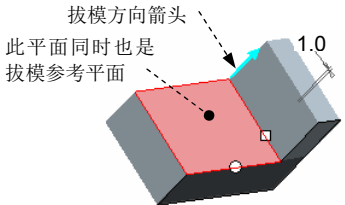

图 5.15.15 拔模参考平面
Step5. 采用默认的拔模方向参考（枢轴平面），如图 5.15.15 所示。